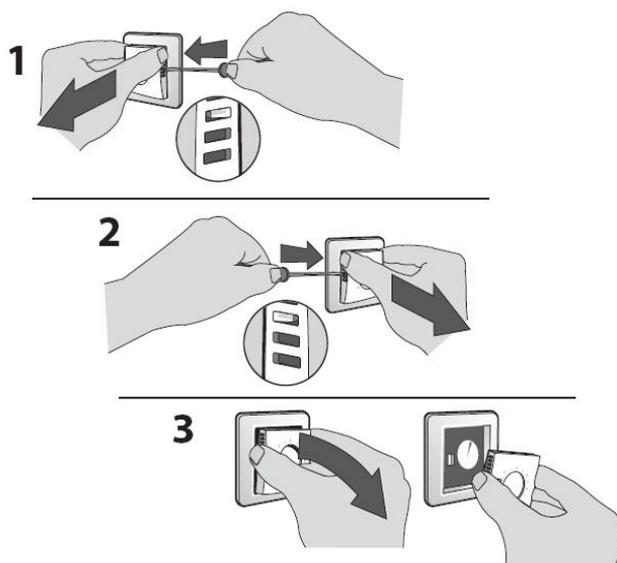

Рис. 2. Снятие передней панели терморегулятора.
2. Для установки терморегулятора серии **Devireg™ 53X** нужно снять его переднюю панель. Для этого при помощи плоской отвертки осторожно нажмите на пружинящие защелки, находящиеся в решетках охлаждения. Сначала по бокам регулятора – третье снизу отверстие решетки, а затем снизу регулятора – две защелки в четвертом отверстии с каждого края, как показано на рис. 2.